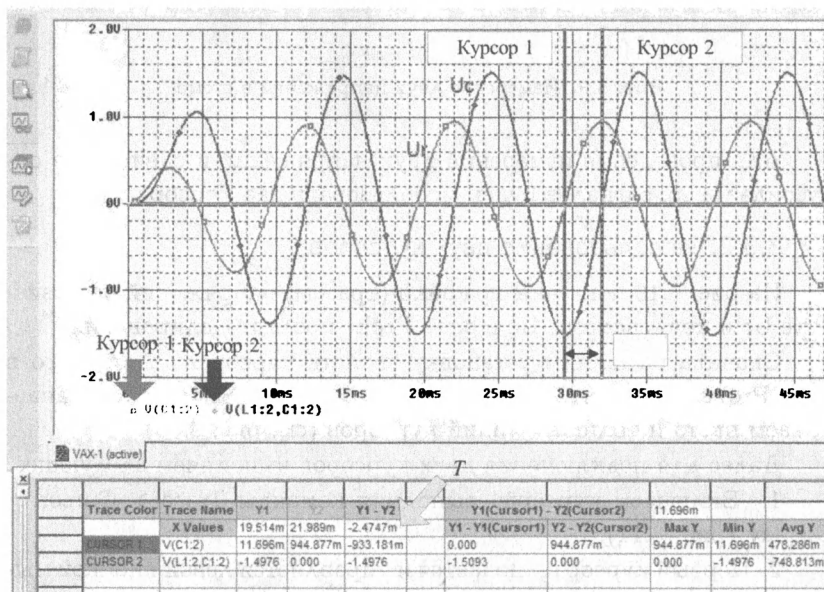

Рис. 3.11. Графики напряжений в схеме
1. Включаем курсоры, выполняя команды Trace > Cursor > Display (рис. 3.11).